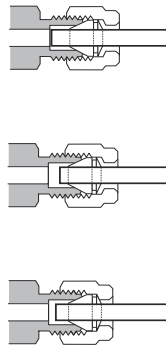

Рис. 13 Готовый фитинг
- 10 На Рис. 13 показаны как правильно, так и неправильно обжатые соединения. Обратите внимание, что конец трубки в правильно обжатом фитинге не раздавлен и не мешает работе феррул.